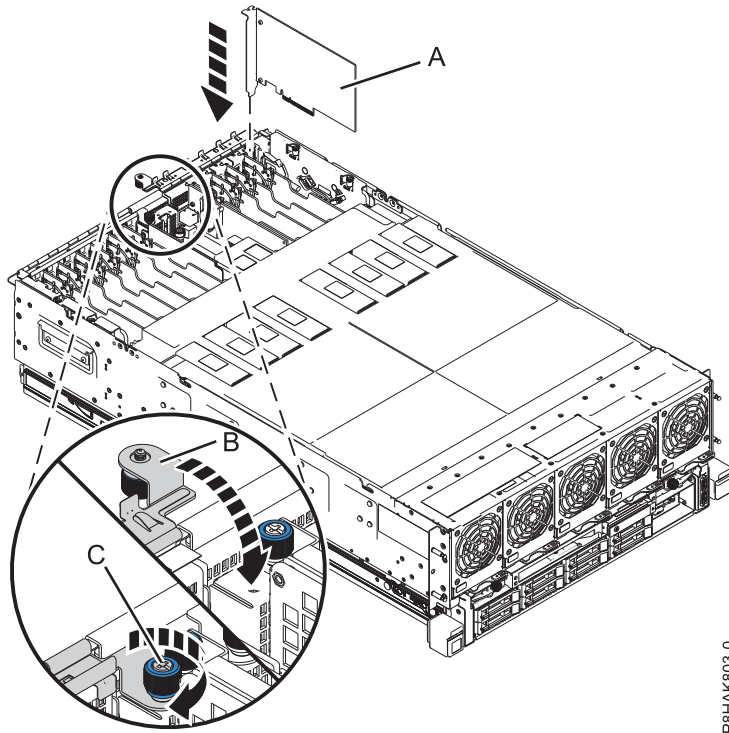

Figure 4. Remise en place de la carte PCIe dans l'emplacement P1-C1
- a. Saisissez avec précaution le bord supérieur ou l'équerre de fixation de la carte (**A**) et alignez celle-ci avec l'emplacement et son connecteur sur le fond de panier du système, comme illustré dans la figure 4, à la page 7.
- c. Pour verrouiller la carte dans son emplacement, tournez son loquet (**B**) dans la direction illustrée dans figure 4, à la page 7. Serrez la vis moletée (**C**) dans le sens indiqué.